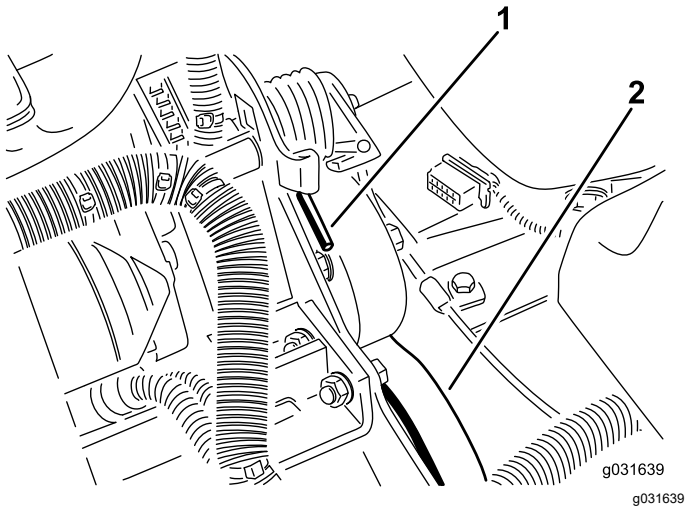

图 60
- 2. 向下向前按弹簧的端部将其从支架上脱开释放弹簧上的张紧力 图 60。